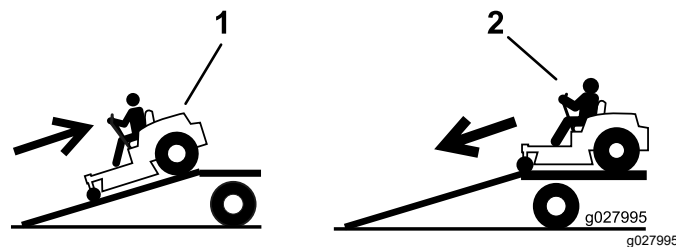

Figura 32
4. Urcăi maina pe rampă cu spatele (Figura 32).
2. Coborâți maina de pe rampă cu faa (Figura 32).